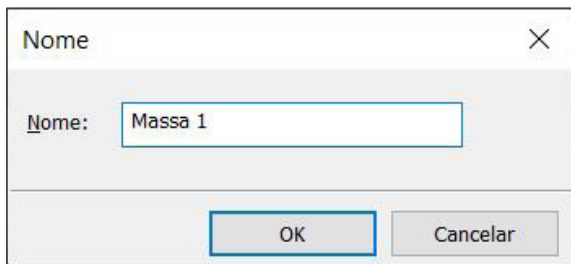

Figura 58 – Janela "Nome".
- Informe um nome para a massa local ou aceite o nome padrão e, então, clique "OK" para a janela "Nome" (Figura 58)